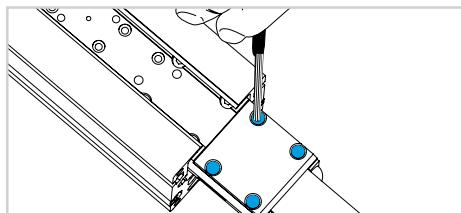

Fig. 13
- 13) Positionner le chariot en extrémité de profilé et retirer les vis de serrage de la courroie afin de libérer la courroie (Fig. 13).
- 16) Positionner le chariot à l'extrême du profilé (côté entraînement) et retirer les vis de serrage de la courroie (Fig. 13).